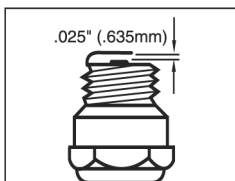

Fig. 12
1. Zündkerzenelektrodenabstand = .025" (.635 mm) (Fig. 12).